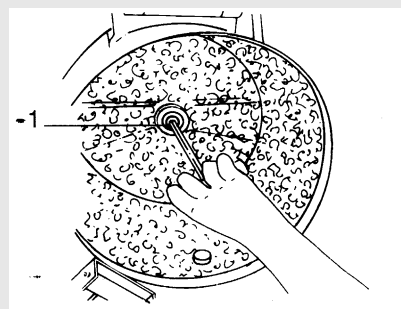

Fig.14
- Svitare il dado centrale 1 Fig. 14.